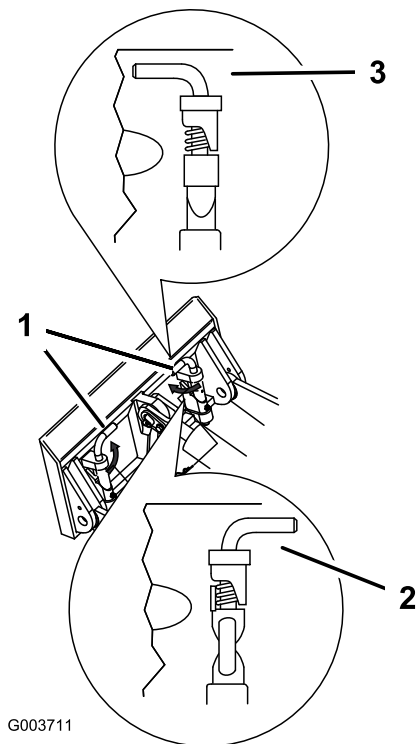

Figura 16
7. Acople los pasadores de enganche rápido, asegurándose de que están correctamente introducidos hasta el fondo en la placa de montaje (Figura 16).